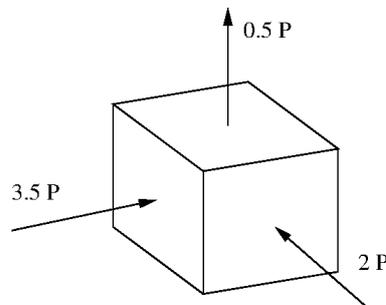

Figura 1
3. Considerando-se o estado de tensões num ponto de uma estrutura mostrado na Figura 1, pede-se calcular o máximo valor da carga  $P$  de modo que não haja falha segundo os critérios: